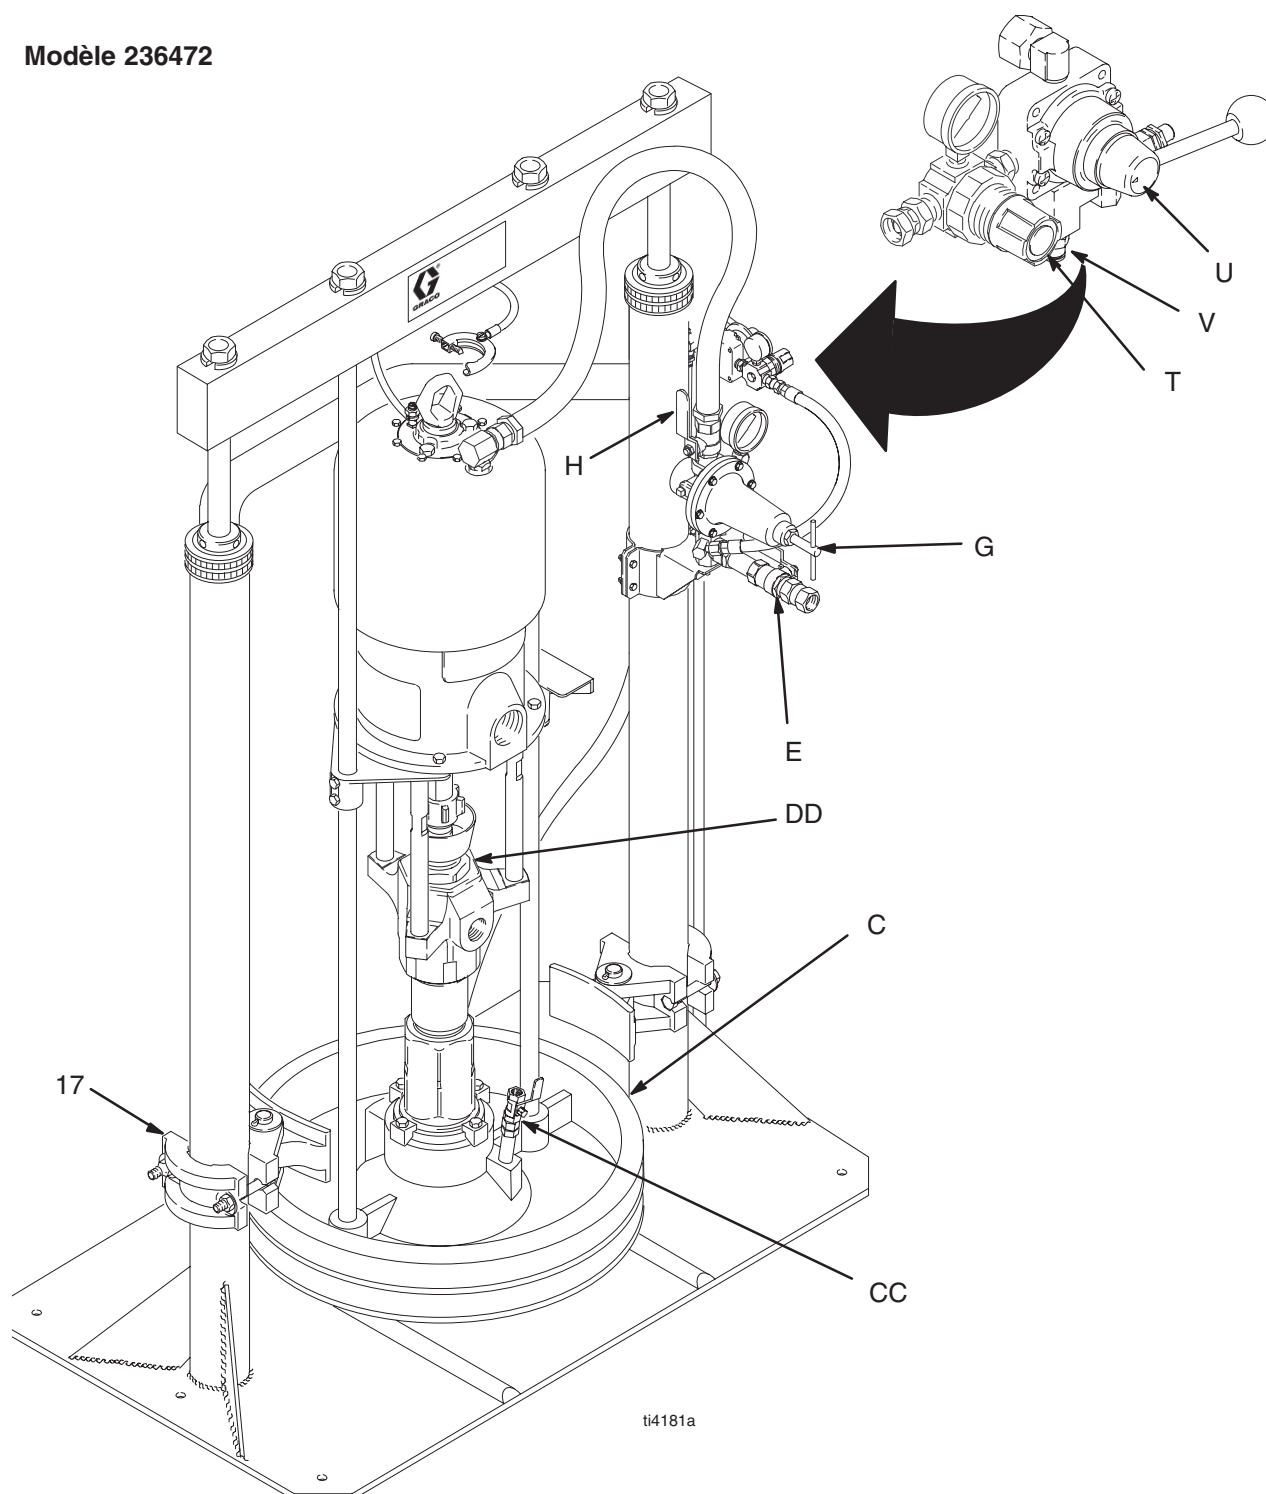

Fig. 5
1. Voir la Fig. 5. Fermer tous les régulateurs et vannes d'air.
2. Ouvrir la vanne de purge d'air principale (E) et régler le régulateur d'air de l'élévateur (T) à 2,8 bars (0,26 MPa). Relever le levier de la vanne de commande (U) de manière que la flèche pointe vers UP (Haut) et faire monter l'élévateur jusqu'en fin de course.
3. Déposer un fût rempli de produit sur l'embase de l'élévateur, le repousser contre le tube et le centrer sous le plateau racleur (C). Se servir des serre-fût (17) pour centrer et maintenir le fût dans l'axe de l'élévateur.
1. S'assurer que le régulateur d'air (G) est fermé. Régler le régulateur d'air de l'élévateur (T) à 3,5 bars (0,35 MPa). Mettre la vanne de commande (U) sur DOWN (bas). Voir Fig. 5.
3. Maintenir la vanne de commande (U) sur DOWN (bas) pendant la marche de la pompe.